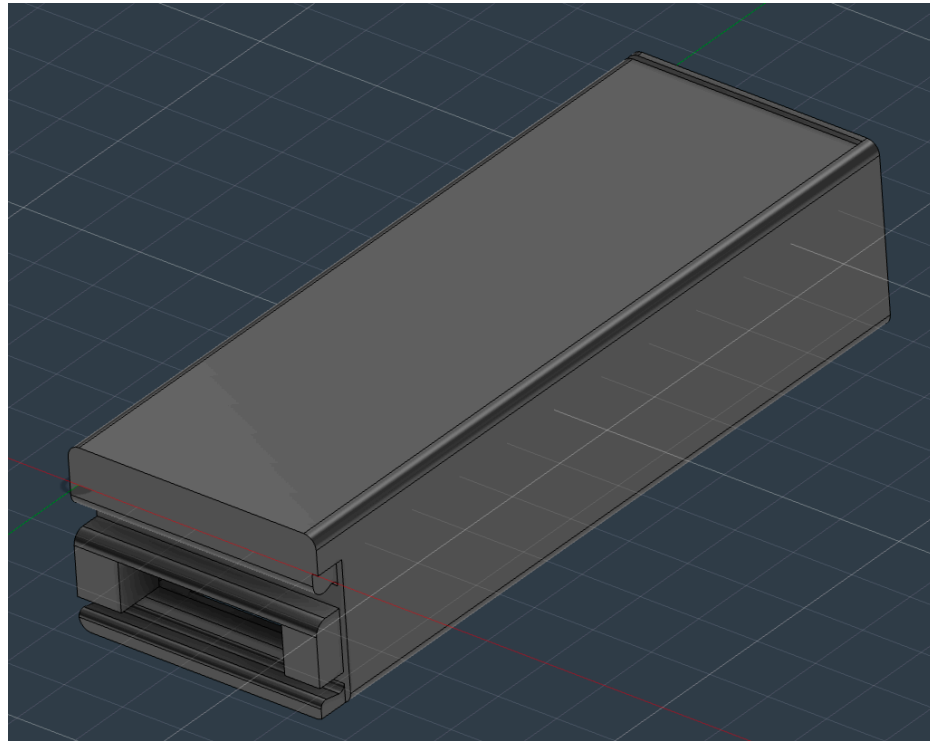
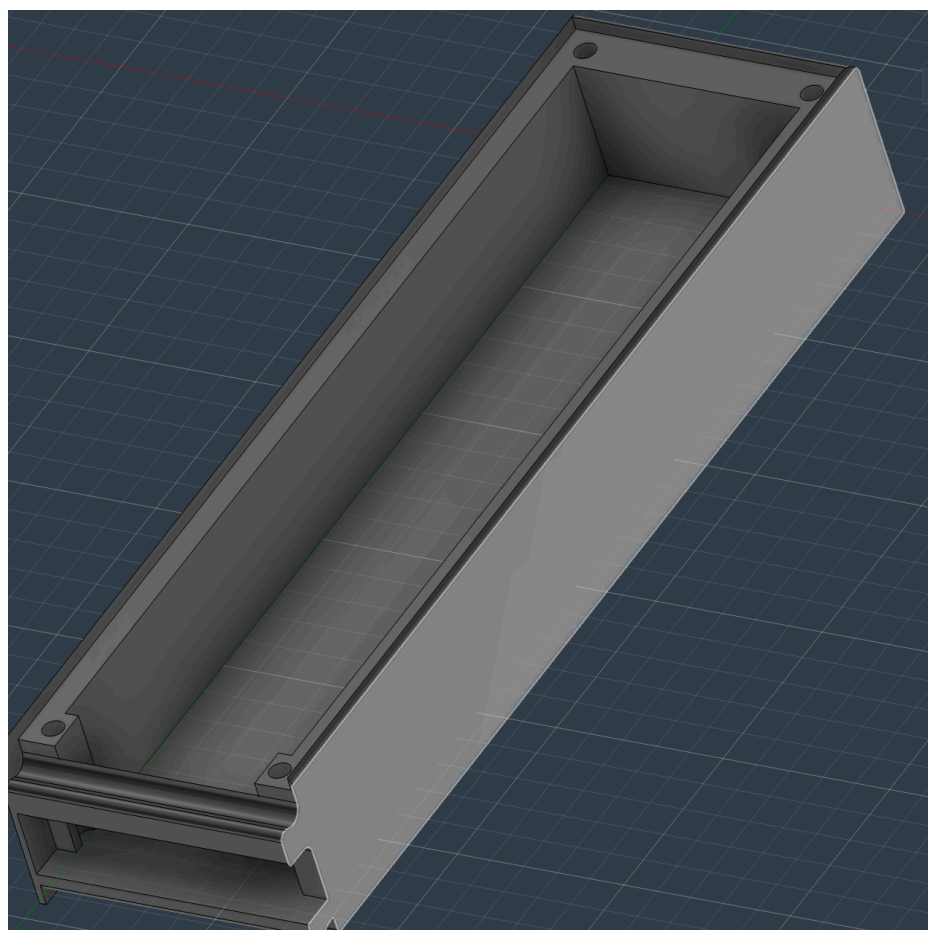

図1 指揮棒筐体 3D モデル（外観）：角にフィレット，一端に USB コネクタ用の開口部
図 2 指揮棒筐体 3D モデル（内部）：四隅にネジ穴，蓋と本体の嵌合構造
- 筐体 3D モデル：図 1 (外観), 図 2 (内部)